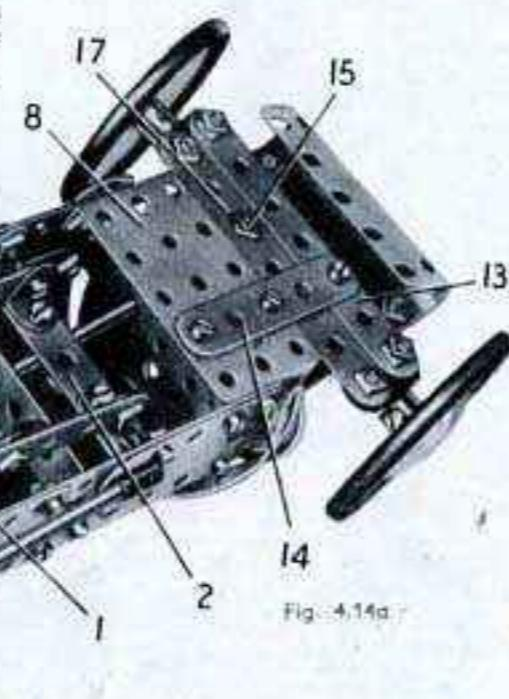

Fig. 4.14a.
Le châssis de la voiture se construit en fixant deux bandes de 11 trous (1) sur une bande coulée de 60×12 mm. (2) par des équerres, et en les réunissant entre l'une à l'autre par une bande coulée de 38×12 mm. (3). Les rebords de la bande coulée (2) et les équerres renversées (4) servent à fixer la carrosserie sur le châssis. Chaque côté est formé d'une plaque flexible de 6×4 cm. (5) et d'une de 14×4 cm. (6) boulonnées sur une bande de 11 trous (7). Les extrémités arrière des plaques (6) sont réunies par 4 équerres à 135° disposées par paires (fig. 4.14a). Une plaque à rebords de 6×4 cm. (8) boulonnée entre les deux côtés de la carrosserie déborde d'un trou les extrémités avant des bandes (7). Le dessus du capot est une plaque flexible de $11,5 \times 6$ cm. incurvée de façon voulue et boulonnée entre les plaques (5). Les boulons (9) et (10) qui la tiennent en place servent également à fixer des bandes coulées de 60×12 mm. entre les côtés, de façon à renforcer le capot.